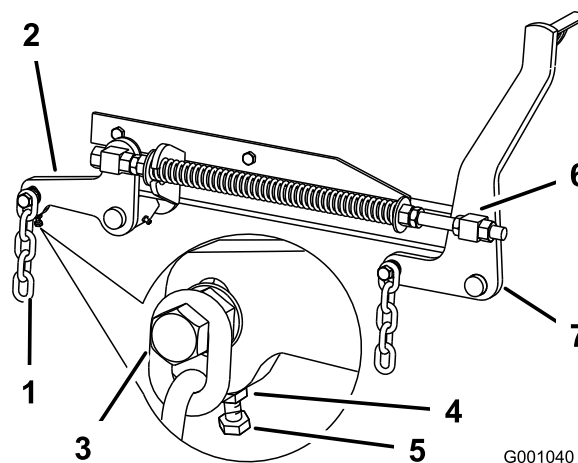

Figure 79
7. Si la distance mesurée au point **B** ou **C** n'est pas correcte, desserrez le boulon de fixation de la chaîne arrière au bras de support arrière (Figure 79).
8. Desserrez l'écrou de blocage sous le bras de support arrière et agissez sur le boulon de réglage de manière à obtenir une distance de 7,9 à 8,3 cm (Figure 79).
7. Desserrez d'environ 13 mm les écrous de blocage à l'avant des pivots avant gauche et droit (Figure 79).
8. Réglez les écrous de relevage sur les côtés gauche et droit de la machine de manière à abaisser l'avant de 6 à 10 mm au point **A** par rapport au point **B** à l'arrière (Figure 79).